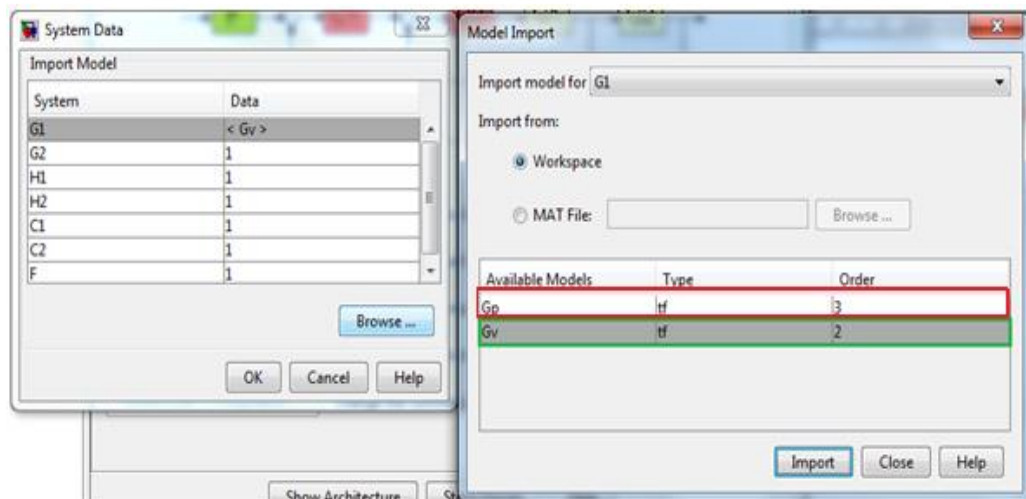

Figura 102. Esquema para importar función de transferencia Posición al bloque G2.
- En la ventana *Model Import* escoger la opción *Workspace*, donde se encuentra la función G1 recuadro verde Figura 102, que se genera al compilar el archivo *AutoPosicionyVelocidad.m* escoja Gv, de click en importar y luego en cerrar, así se cerrara la ventana *Model Import*.
- En la ventana *Model Import* escoger la opción *Workspace*, donde se encuentra la función G2 recuadro rojo en la Figura 102, que se genera al compilar el archivo *AutoPosicionyVelocidad.m* escoja Gp, de click en importar y luego en cerrar, así se cerrara la ventana *Model Import*.